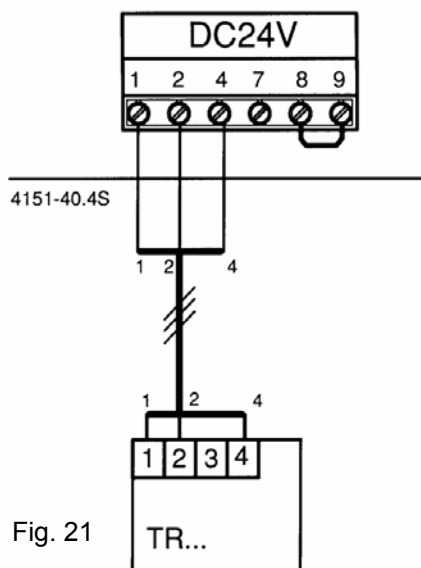

Fig. 21
Deze regelaars worden aangesloten aan de klemmen 1, 2 en 4 (zie fig. 21). In dit geval moet de 24 V/DC-stuurleiding gescheiden gelegd worden van het 230 V/AC-net.
- ▶ Stekker (1) onder aan de printplaat zelf aanbrengen. (zie fig. 21)